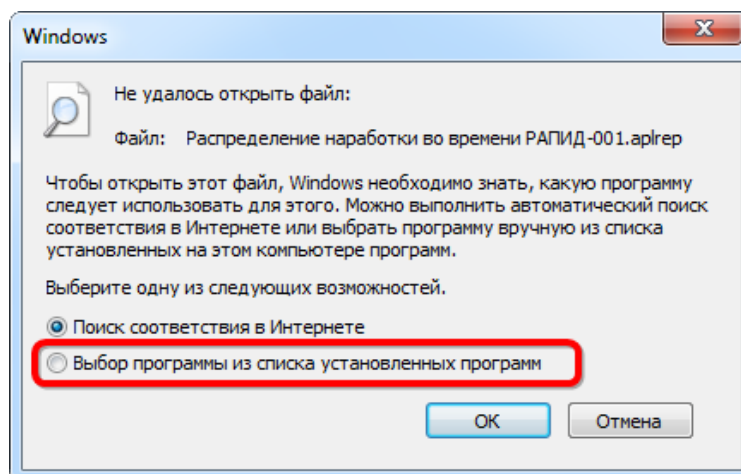

Рис. 31-4 – Окно выбора программ
1) Если файл конструктора отчетов с расширением APLREP открывается впервые, появится предупреждающее сообщение о необходимости выбрать соответствующую программу (рис. 31-4).